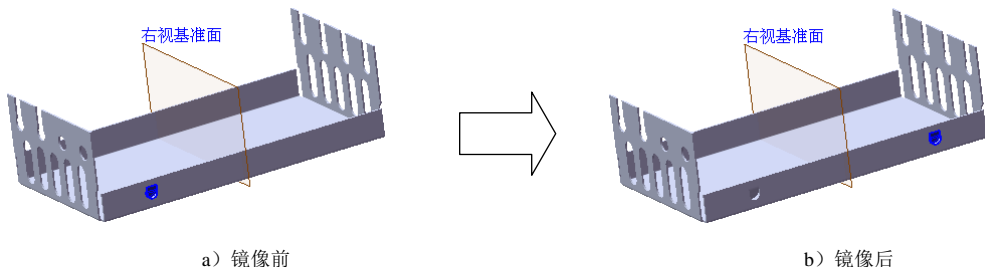

图 11.3.38 镜像 2
Step14. 创建图 11.3.38 所示的镜像 2。
(1) 选择命令。选择下拉菜单 **插入(I)** → **阵列/镜向(E)** →  **镜向(M)...** 命令。
(2) 定义镜像基准面。选取右视基准面作为镜像基准面。
(3) 定义镜像对象。选择成形特征 1 作为镜像 2 的对象。
(4) 单击  按钮，完成镜像 2 的创作。